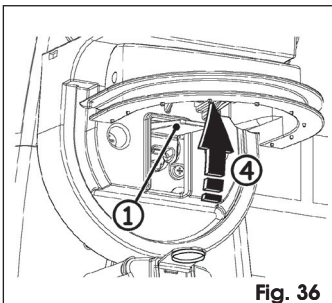

Fig. 36
2. Tire de la palanca de desbloqueo hasta el tope, Fig. 36 ref. ①.